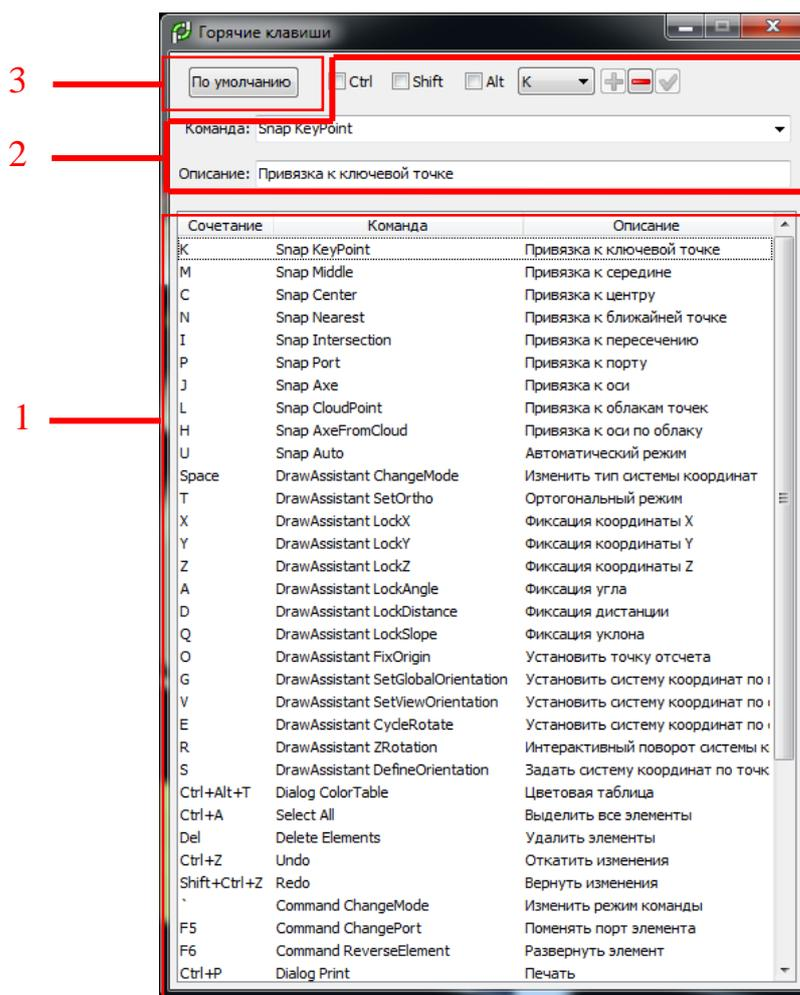

Рисунок 12 – Окно настроек горячих клавиш
Настройка пользовательских сочетаний клавиш осуществляется в окне *Горячие клавиши*, вызов которого производится из меню *Настройки*. В появившемся окне (рисунок 12) представлен список существующих комбинаций (1), блок настройки и редактирования сочетаний горячих клавиш (2), а также кнопка сброса пользовательских настроек до предустановленных значений (3).